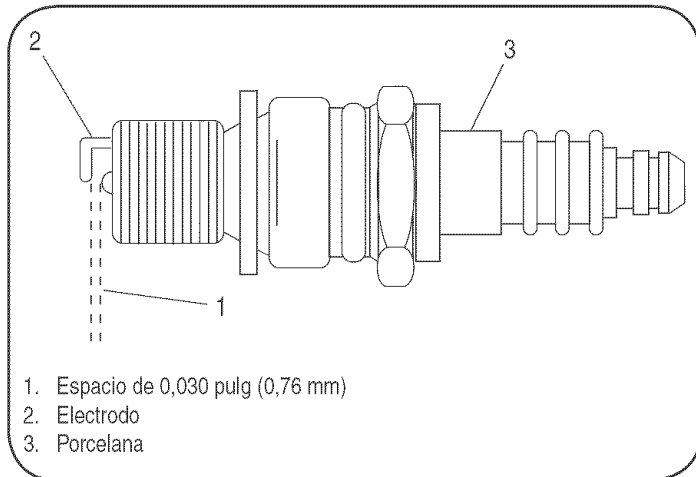

Figura 18
2. Saque e inspeccione la bujía. Compruebe la separación y asegúrese de que está ajustada a 0,03. Vea la figura 18.